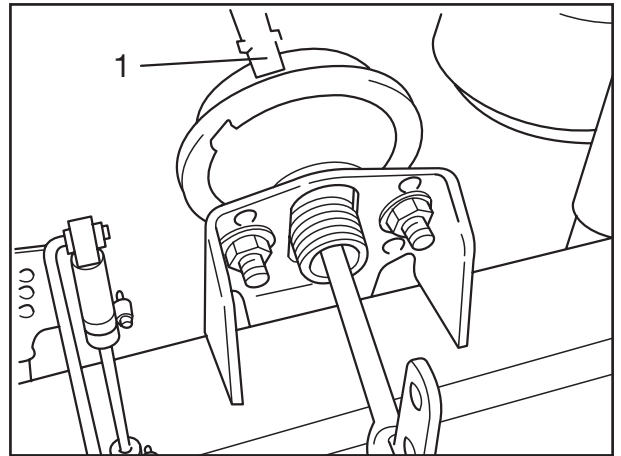

Fig. 24
[36] Druckluftschlauch (Fig. 24/1) mit dem Bremszylinder verschrauben.
- [36] Re-connect the compressed air hose (Fig. 24/1) onto the brake cylinder.
- [36] Visser le tuyau d'air comprimé (fig. 24/1) avec le vase de frein.